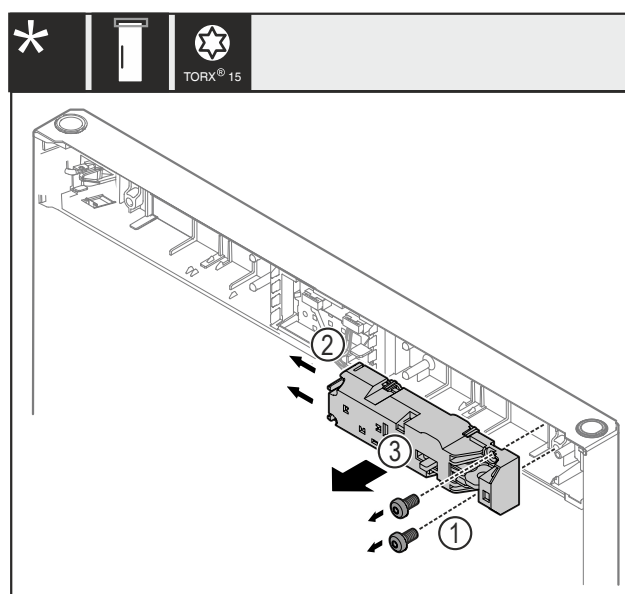

Fig. 21
- Rimuovere le viti Fig. 21 (1).
- Spingere sul lato i nasi di arresto Fig. 21 (2) e rimuovere la chiusura a distanza Fig. 21 (3).